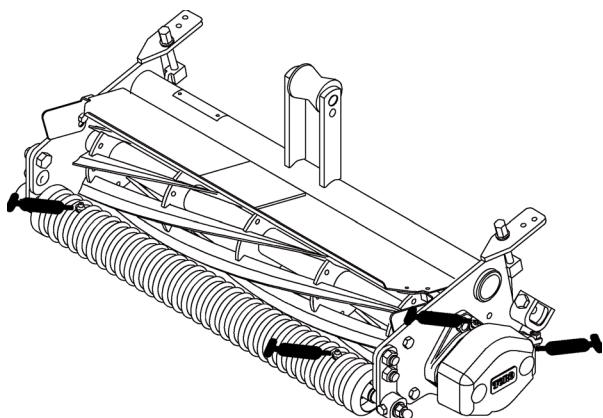

Fig. 6
- Posizione e numero di raccordi per ingassaggio: perno della controllama (1), cuscinetti del cilindro (2), e rulli anteriore e posteriore (2 cad.) (Fig. 6).